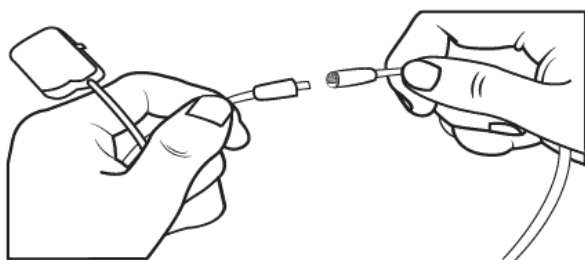

Рисунок 9. 1х8-контактные кабели для операционной и удлинители
1. Соедините удлинитель кабеля для операционной с кабелем для операционной (рисунок 9).